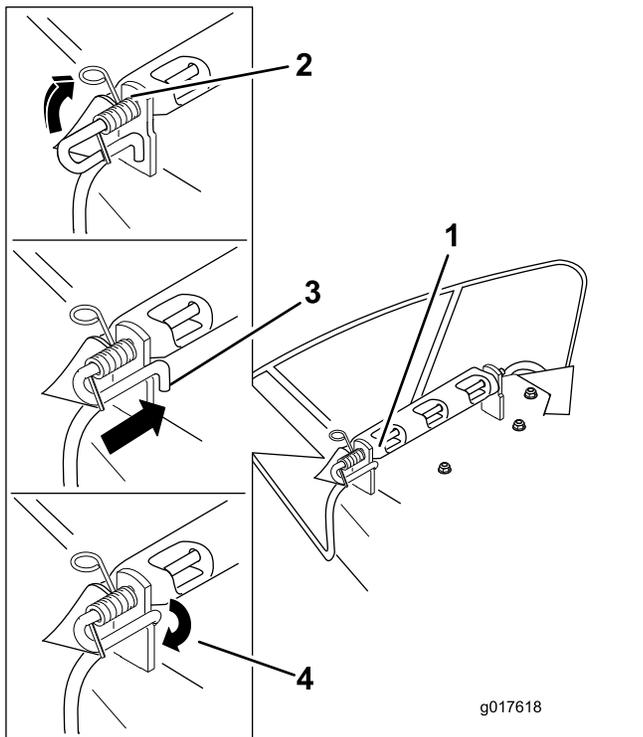

Figura 70
3. Coloque el nuevo deflector de descarga con los extremos de los soportes entre los soportes soldados de la carcasa, según se muestra en Figura 70.
6. Levante el extremo del muelle que tiene bucle y colóquelo en la muesca del soporte del deflector (Figura 70).
7. Fije el conjunto de varilla y muelle torciéndolo de manera que el extremo corto de la varilla pueda colocarse detrás del soporte delantero que está soldado a la carcasa (Figura 70).